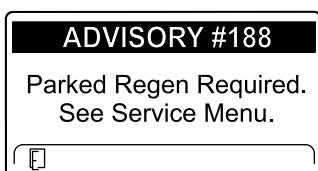

Рисунок 55
- Требуется стационарная регенерация ИНФОРМАЦИОННОЕ СООБЩЕНИЕ № 188 (Рисунок 55)